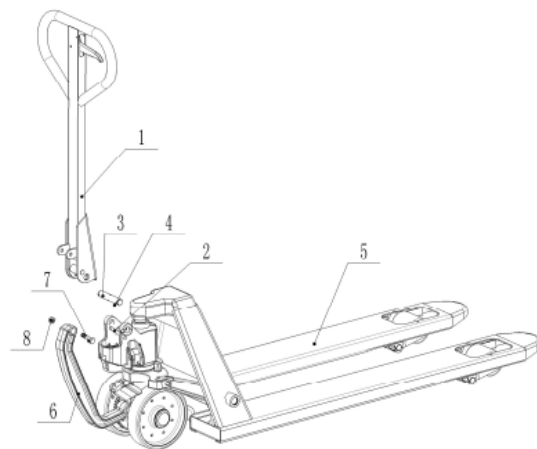

Рис. 5: Монтаж ручки ER A
А) Соедините ручку управления (1) и шатунный механизм (6) болтом (7) (рис. 5)
Ф) Используя молоток забейте второй штифт (поз. 4 рис. 5) в отверстие на рукоятке. Теперь ручка подсоединена к гидроузлу.